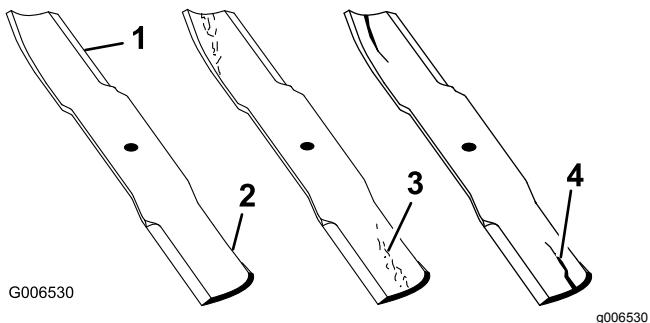

Figura 60
1. Ispécione as extremidades de corte (Figura 60).
4. Se verificar quaisquer fissuras, desgaste, ou a formação de ranhuras nesta área instale imediatamente uma lâmina nova (Figura 60).